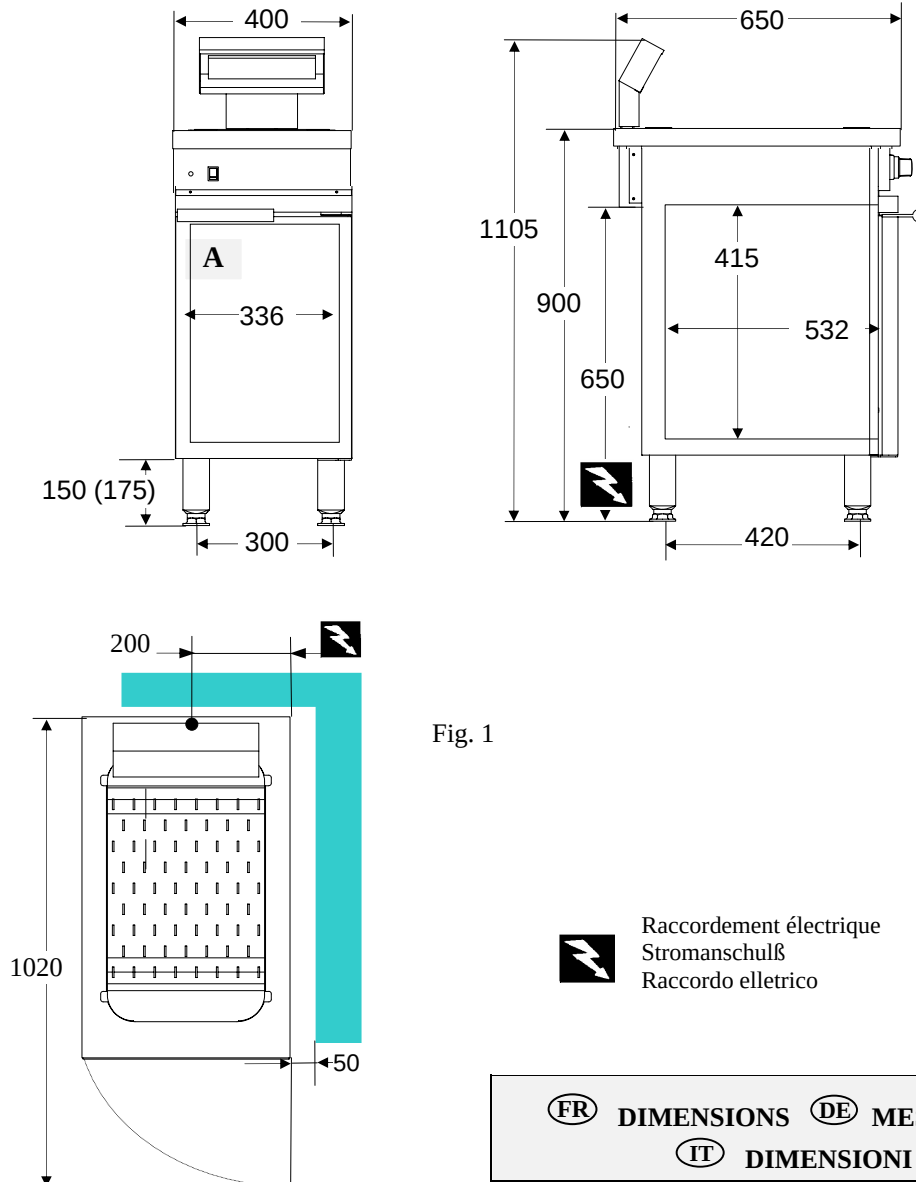

Fig. 1
(FR) Que la tension électrique du réseau est compatible avec la tension et puissance de l'appareil (plaquette signalétique **A** fig. 1). Que l'installation fixe de l'utilisateur comporte un dispositif à coupure omnipolaire ayant une distance d'ouverture des contacts d'au moins 3 mm.
(DE) Daß die elektrische Spannung des Netzes mit der Voltzahl und der Leistung des Gerätes vereinbar ist (vgl. Typenschild **A**, Abb. 1). Daß die ortsfeste Anlage des Benutzers eine allpolige Trennvorrichtung mit einer Öffnungsweite der Kontakte von mindestens 3 mm besitzt..
(IT) Che la tensione elettrica della rete sia compatibile con la tensione e la potenza dell'apparecchio (Consultare la piastra segnaletica **A** fig. 1). Che l'impianto fisso dell'utilizzatore comprenda un dispositivo di interruzione omnipolare con una distanza d'apertura dei contatti di almeno 3 mm.